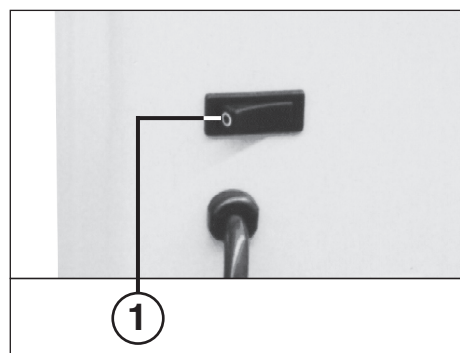
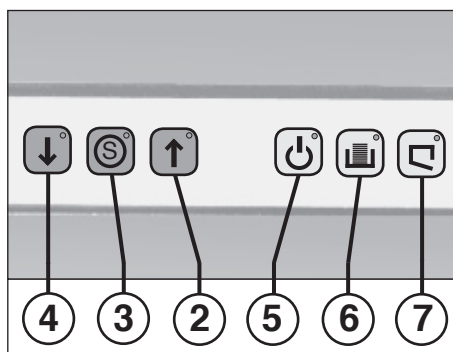

Fig. 1
Fig. 2
„Pronto a funcionar“ (Fig. 1)
2 = Tecla para frente (Fig. 2)
3 = Tecla de paragem „S“ (Fig. 2)
4 = Tecla para trás (Fig. 2)
„Pronto a funcionar“ (Fig. 2)
Acende quando o interruptor de pressão „Pronto a funcionar“ (Fig. 1) estiver ligado.
6 = Luz de controlo (Fig. 2)
7 = Luz de controlo „Porta aberta“ (Fig. 2)
Ligar o aparelho no interruptor basculante (1) (fig. 1). A lâmpada da luz de controlo „Pronto a funcionar“ (5) e a da tecla de paragem encarnada „S“ (3) estão acesas (fig. 2) para indicar que o aparelho está pronto para entrar em serviço.
Se o recipiente de saída do papel estiver cheio, a máquina desliga-se, e um som de sinalização soa. A indicação de controlo (6) (fig. 2) acende-se. Esvazie o recipiente de saída do papel da maneira seguinte:
- Abrir a porta. A indicação de controlo (7) (fig. 2) acende-se.
- O som de sinalização emudece-se. A indicação de controlo (6) apaga-se.
- Meter o saco vazio, enfiar o recipiente e fechar a porta. A indicação de controlo (7) apaga-se.
Certifique-se de que o aparelho fica desligado noite (desligue o interruptor basculante (1) (Fig. 1).